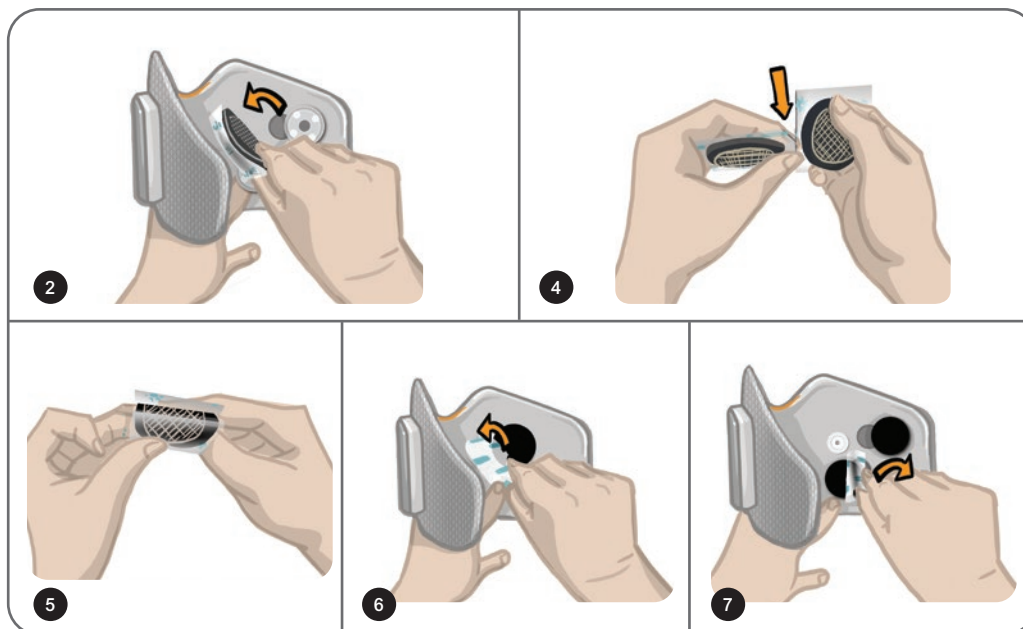

Abbildung 11-7: Austauschen der Hydrogel-Elektroden
**So tauschen Sie die L300-Hydrogel-Elektroden aus: (siehe Abbildung 11-7)**